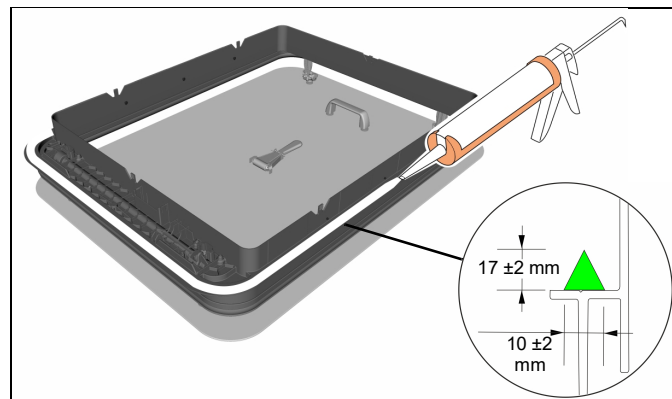

Abb. 5 Auftragen des Klebers
2. Sikaflex® * Kleberaupe gleichmäßig im gesamten Umfang auf die Klebefläche der Dachluke mit Hilfe der Kartuschenpresse aufbringen (Abb. 5).